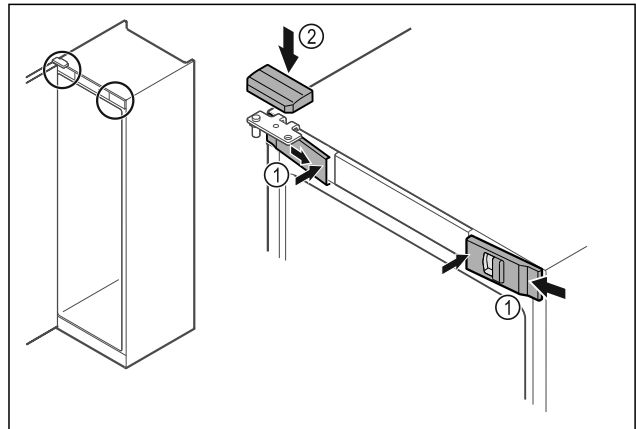

Fig. 54
- ▶ Įkabinkite priekines dengiamąsias plokšteles Fig. 54 (1) šone ir užfiksuokite vidinėje pusėje.
- ▶ Užfiksuokite viršutinę dengiamąją plokštelę Fig. 54 (2) iš viršaus.